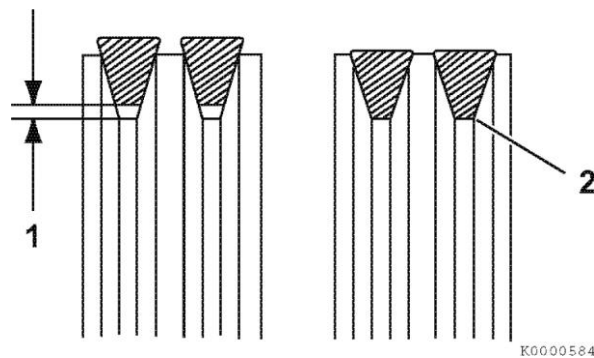

Рисунок 43
- Закрепить клинообразный ремень в положении, при котором установилось требуемое натяжение ремня. Между клинообразным ремнем и дном желобка шкива должен быть зазор (рисунок 43 (1)). Если зазор (рисунок 43 (2)) между клинообразным ремнем и дном желобка шкива отсутствует, следует заменить клинообразный ремень.